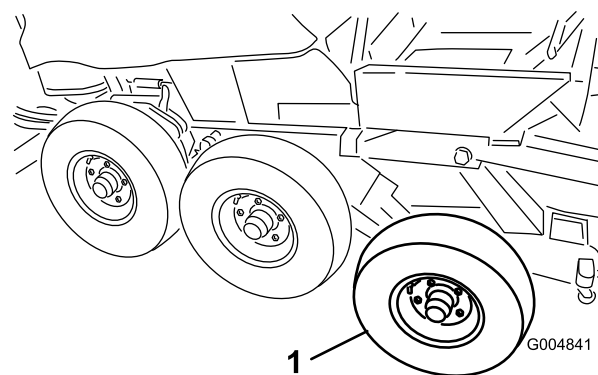

図 119
45. 冬用アセンブリから中央と前のタイヤを外す 図 119。